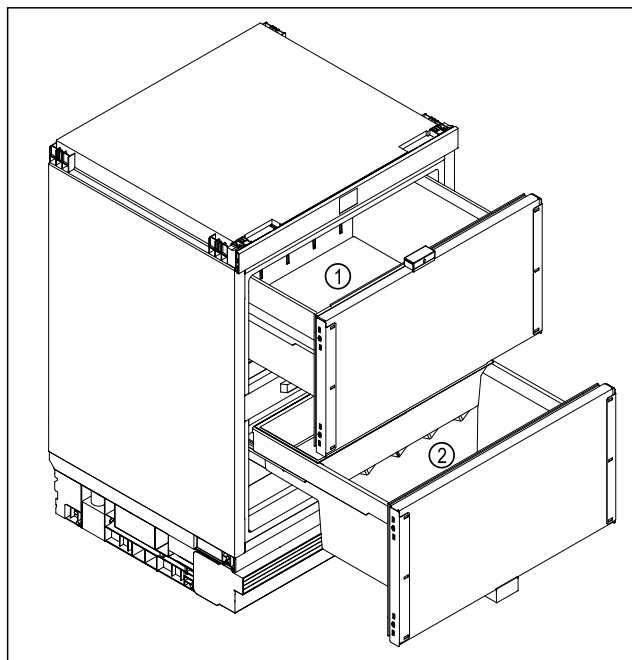

Fig. 7 Примерное изображение
- ▶ Верхний выдвижной отсек Fig. 7 (1): храните скоропортящиеся продукты, например, готовые блюда, рыбу, мясные и колбасные изделия, упакованные фрукты и овощи.
- ▶ Нижний выдвижной отсек Fig. 7 (2): храните чувствительные к холоду пищевые продукты, такие как картофель, репчатый лук или южные фрукты. Храните пищевые продукты или напитки, которые не должны быть слишком холодными при употреблении.